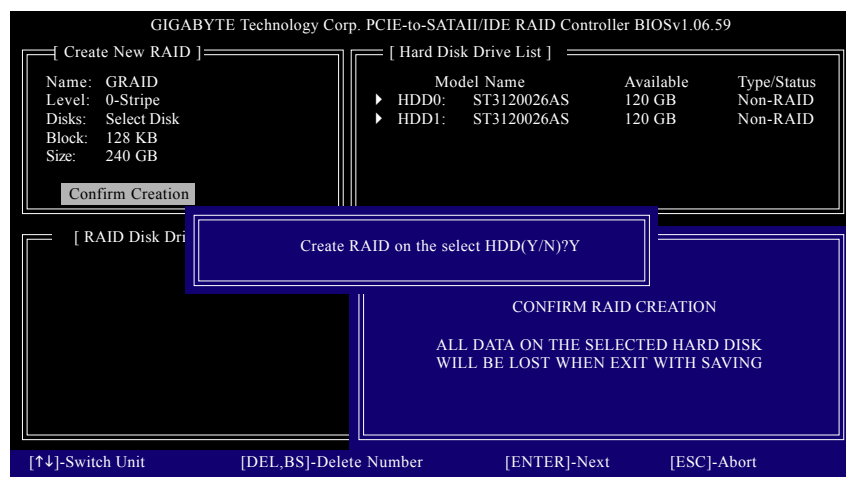

図 7
6. **作成の確認**: 上のすべてのアイテムが設定されたら、選択バーが **Confirm Creation** アイテムに自動的にジャンプします。<Enter>を押します。選択を確認するように求められたら (図 7)、<Y> を押して確認するか <N> を押して中断します。